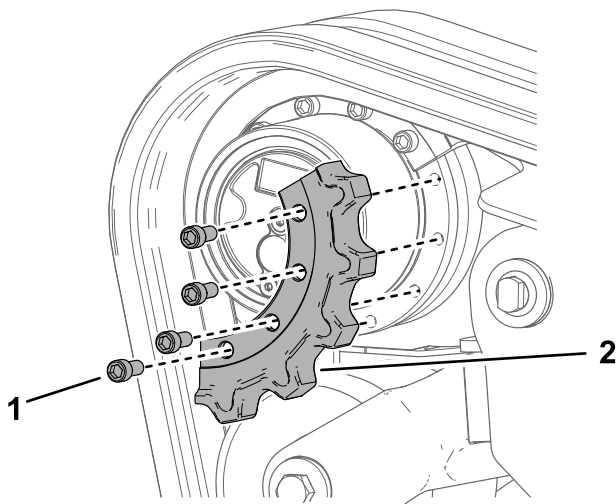

Figura 72
12. Retire el segmento del piñón (Figura 72).
6. Aplique fijador de roscas a los pernos de uno de los segmentos del piñón de arrastre que retiró e instale el segmento del piñón (Figura 72). Apriete los pernos a 247–301 N·m (182–222 pies-libra).